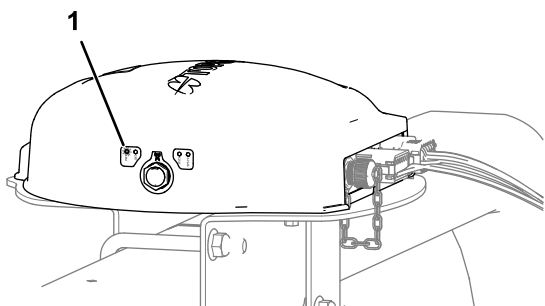

Рисунок 156
- Спутниковый приемник – загорается индикатор PWR (ПИТАНИЕ) (Рисунок 156)